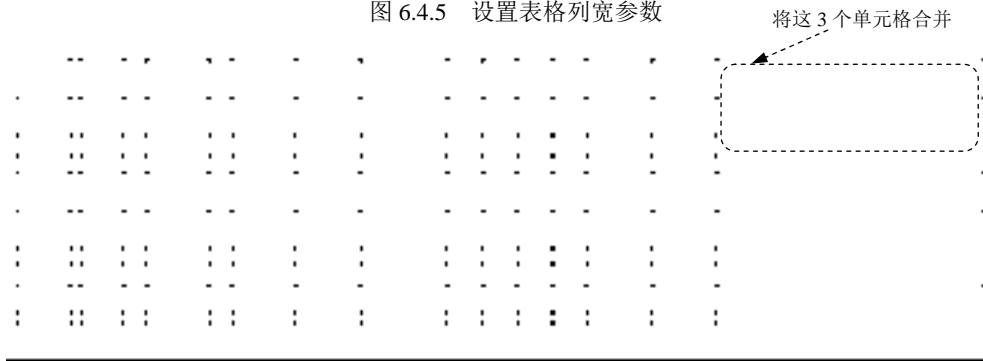

图 6.4.6 设置表格行高参数
7、3、4、7 和 7，结果如图 6.4.6 所示。
Step9. 将图 6.4.6 所示的 3 个单元格合并。